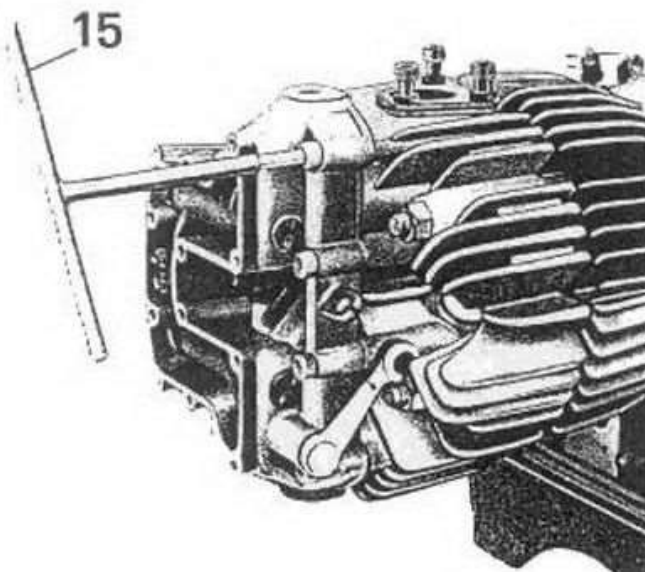

Fig. 17
- il supporto completo di bilancieri ed alza-valvola svitando le viti che lo fissano alla testa con chiave speciale n° 10914700 (15 di fig. 17).
- il supporto bilanciere dopo aver svitato le viti a brugola con chiave speciale n° 10914700 (15 di fig. 17);